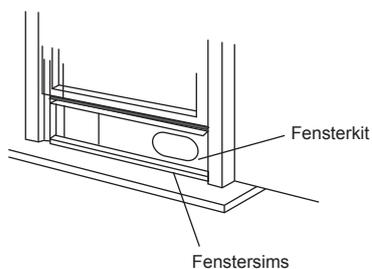

Abb. 10
3. Schneiden Sie die Schaumdichtung (selbstklebend) auf die passende Länge zu und kleben Sie sie auf den oberen Fensterflügel (Abb. 10).